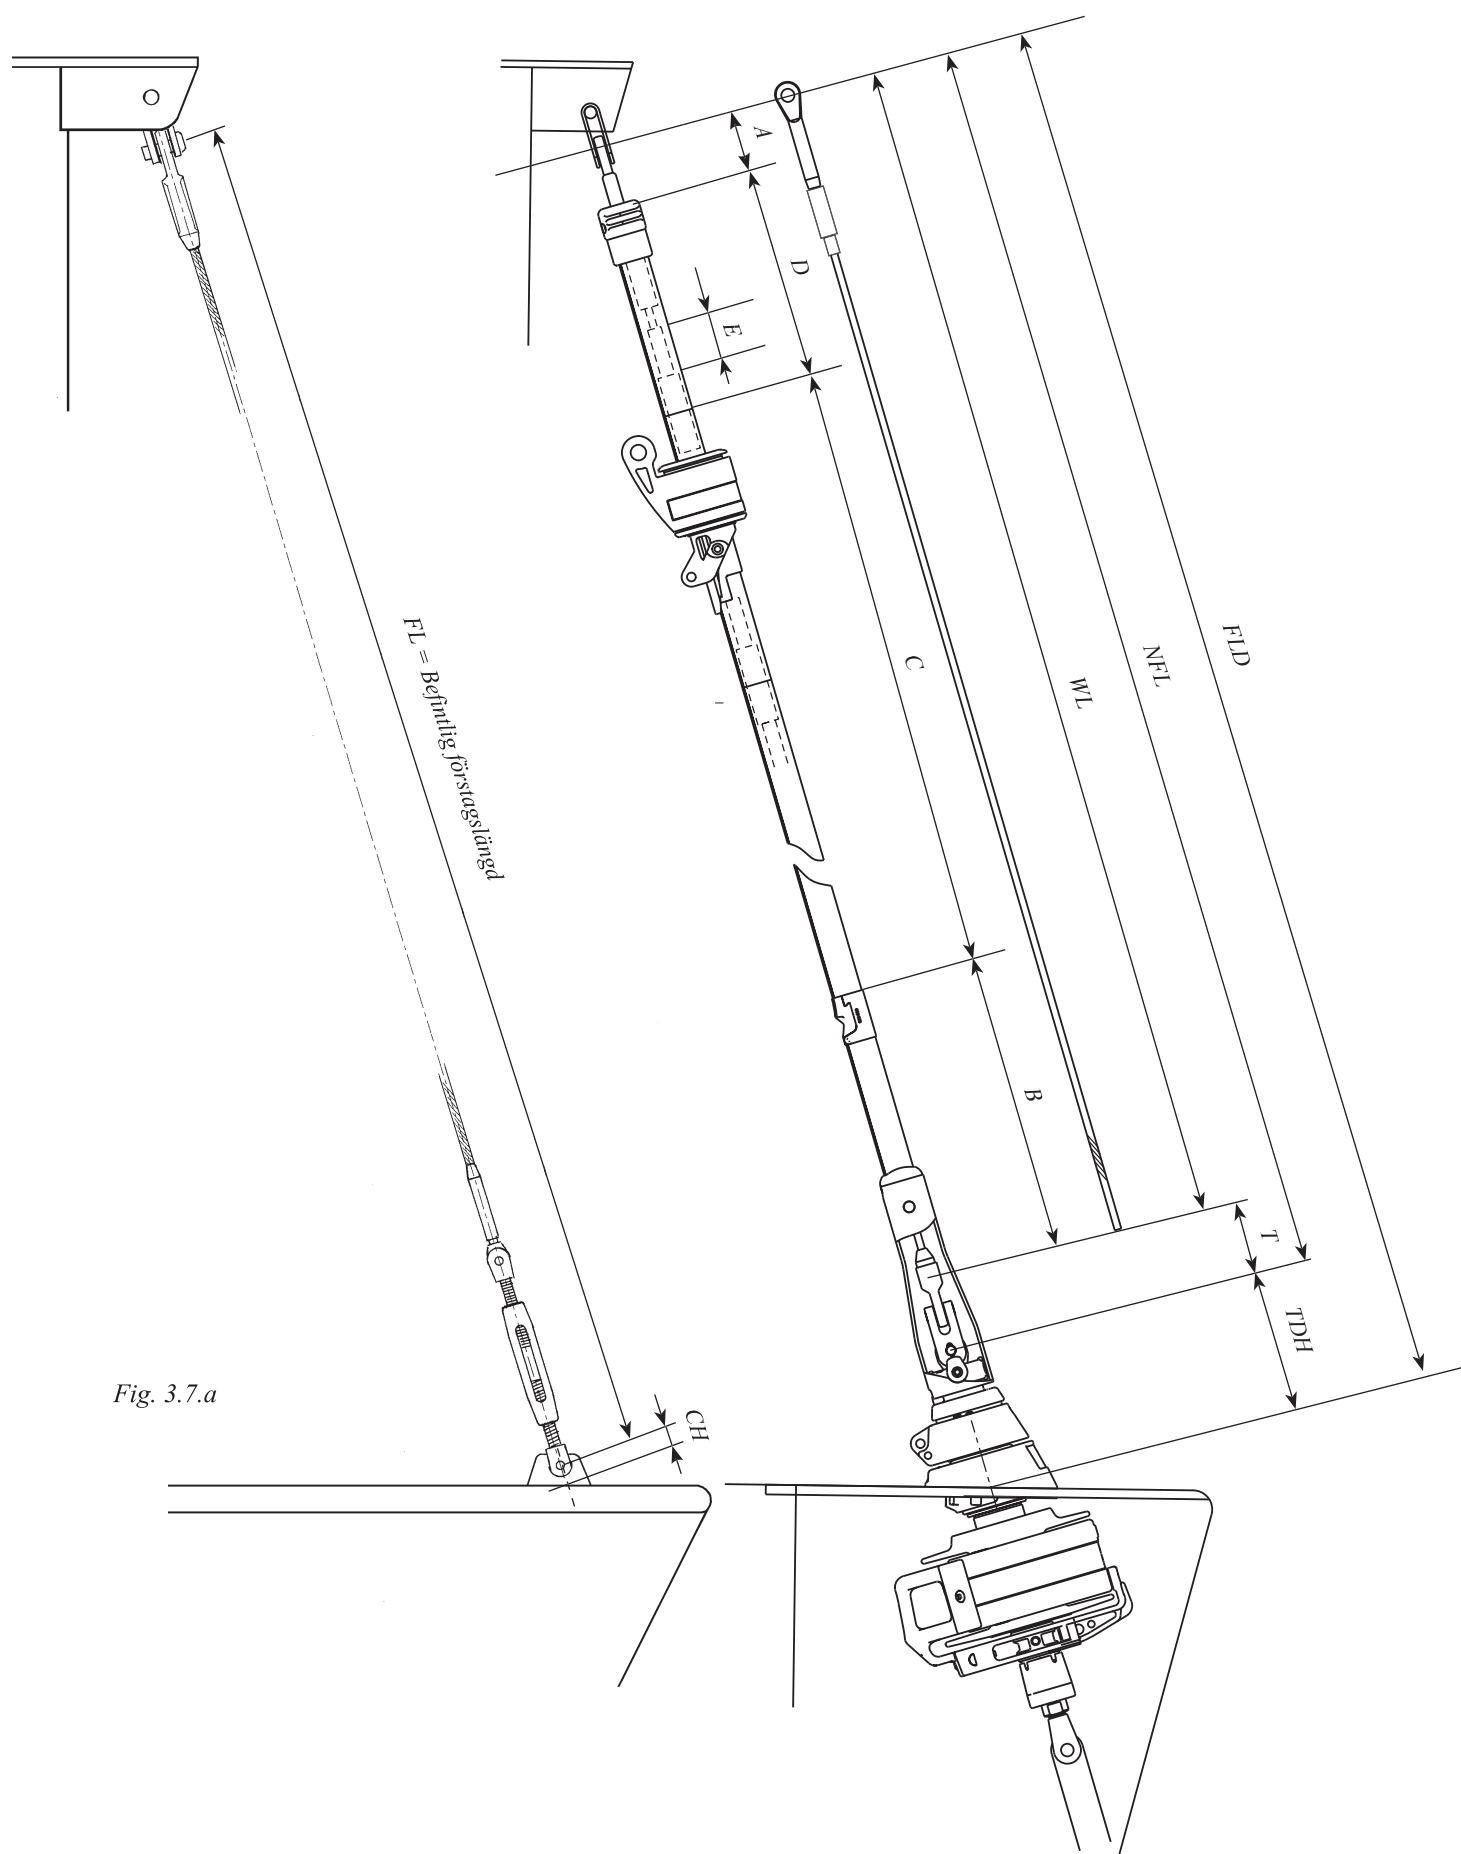

Fig. 3.7.a
4. Demontera förstaget. Detta sker bäst genom att först slacka på häckstaget. Spänn sedan fast masttoppen med t.ex. genuafallet. Fäst fallet med skruvschackel eller knopa i ett starkt däcksfäste. Om fallet har en fallkrok skall denna ej användas av säkerhetsskäl. OBS!! Om förstaget skall användas för att fastställa förstagslängden FLD (se fig. 3.7.a), skall ev. vantskruvsinställning ej ändras.
5. Lossa förstaget. Mät upp höjden CH (se fig. 3.7.a) på förstagsfästet och för in måttet i tabellen 3.6.1.
5. Mät förstagslängden (FL) **utan någon nämnvärd förspänning i staget.**
7. Beräkna den nya wirelängden WL i ”**Beräkningstabell 1**”. Studera kolumnen märkt ”exempel” samt fig. 3.7.a som vägledning.